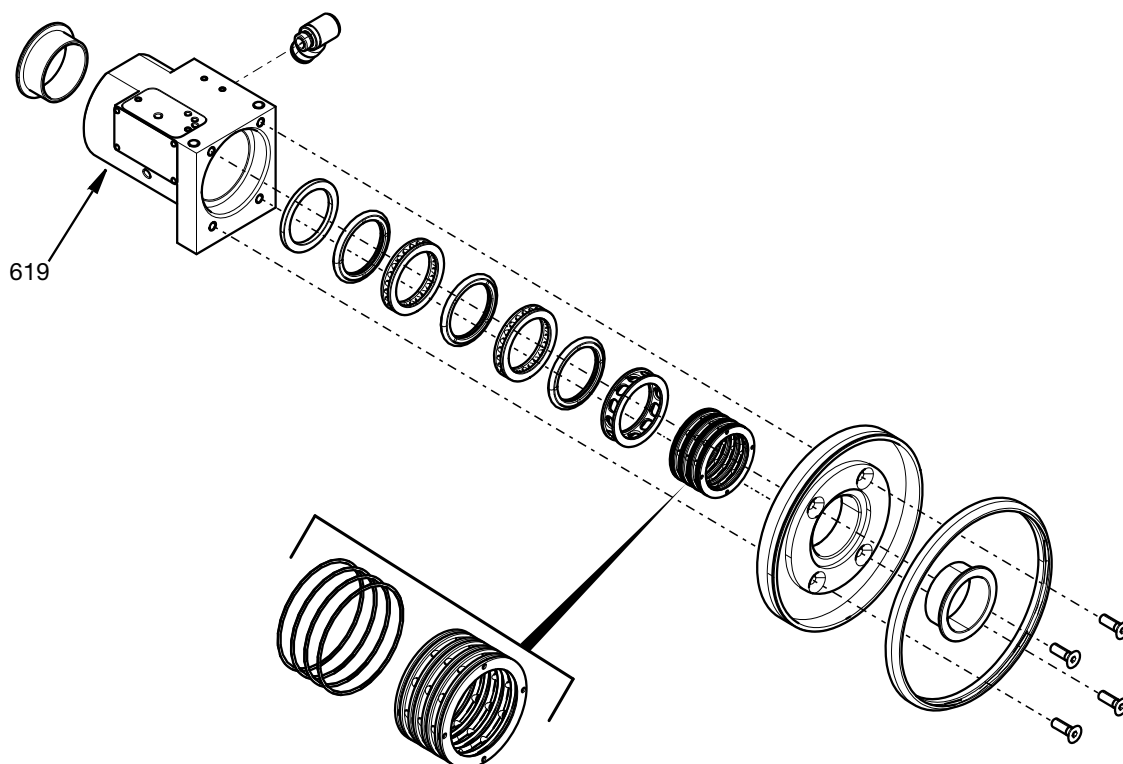

FIG. 19
11. Ya pueden desmontarse todas las piezas internas y juntas del alojamiento de pieza giratoria (619). Si se ha desmontado la cámara de pieza giratoria, deben sustituirse todas las juntas. Consulte la FIG. 19.